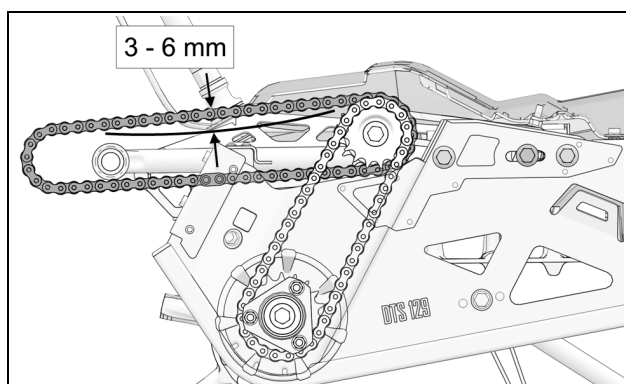

Figure 7
- Une fois l'ajustement de la chaîne d'entraînement secondaire complétée, finaliser l'ajustement de la tension de la chaîne d'entraînement primaire. Appliquer une pression au centre des deux pignons d'entraînement. La chaîne doit présenter une déflexion de 3 - 6 mm (1/8 - 1/4 po). Réajuster jusqu'à ce que vous obteniez la bonne déflexion. Voir la Figure 7.